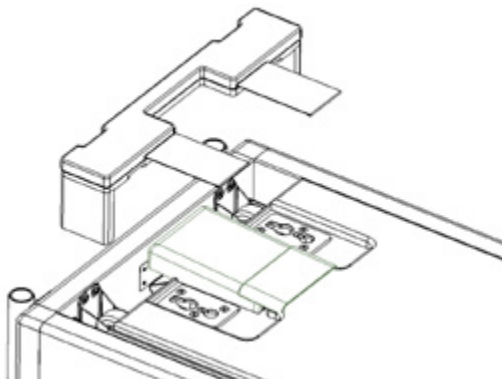

Abbildung 20
3. Rollen Sie den Schlitten bis zum Kopfende des Rahmens. Wenn Sie sich dem Ende des Rahmens nähern, lassen Sie die Mattenrollenabdeckung zwischen dem Rahmen und dem Schlitten einrasten. Dies dient als Stopper für den Schlitten und deckt die Rollen ab. Siehe Abbildung 20. Die Klappen gehen über die Schulterplatten, wenn die Schulterstützen entfernt sind.